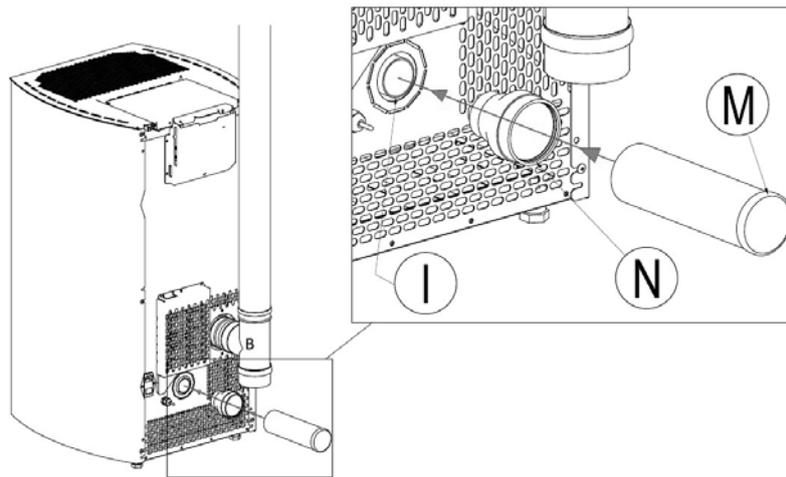

Fig. 12 - Conexiones
LEYENDA	Fig. 12
- Empalme N con Q utilizando un tubo flexible o rígido de diámetro de 60 mm, con una longitud máxima de 2 metros (ver **Fig.12**).
- Empalme N con Q utilizando un tubo flexible o rígido de diámetro de 60 mm, con una longitud máxima de 2 metros (ver Fig.12).